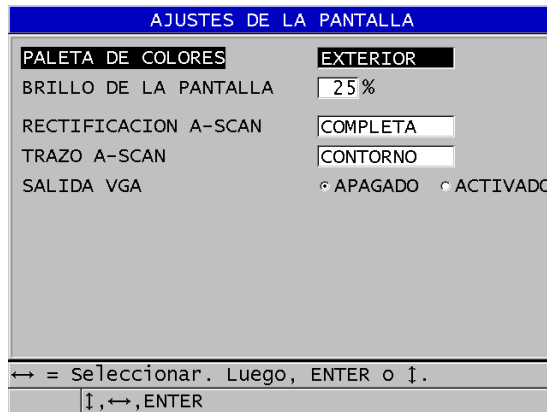

Figura 4-3 Pantalla AJUSTES DE LA PANTALLA
2. En la pantalla **AJUSTES DE LA PANTALLA** (véase la Figura 4-3 en la página 60) seleccione los parámetros deseados y el valor de dichos parámetros: